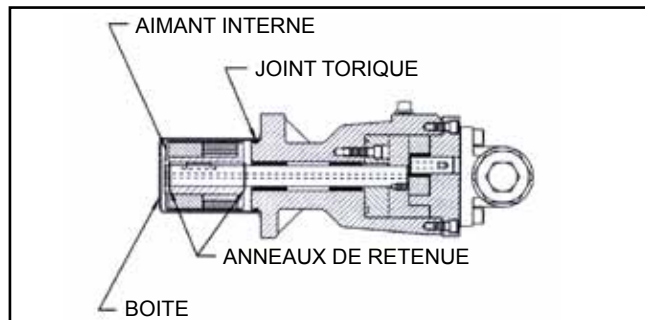

FIGURE 29
3. Installez le premier anneau de retenue externe (dans la rainure la plus proche du boîtier) et la clé sur l'arbre. Glissez l'aimant interne sur l'arbre (Le suralésage de l'aimant pointant vers l'extérieur de la pompe) pour qu'il bute contre le jonc à ergot. Installez le second anneau de retenue externe (le plus proche de l'extrémité de l'arbre) pour fixer l'aimant (Voir figure 29).